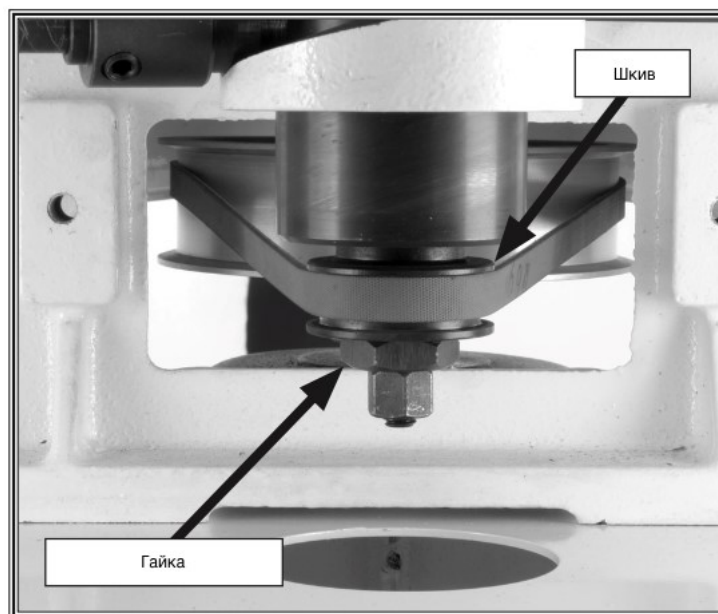

Рис. 34 Расположение гайки и шкива
6. Открутите гайку с нижней стороны шпинделя, как показано на Рис. 34, а затем снимите шкив.